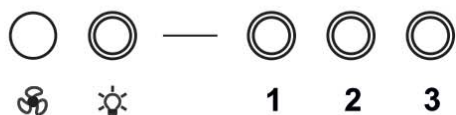

рис. 12
7.2.1 Кнопочный переключатель (рис.12) с лампой индикации имеет четыре кнопки с фиксацией.